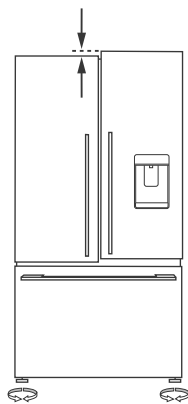
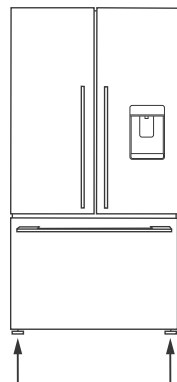

图12 对开门对不齐
图13 对开门对齐
- 如果右门太低，采用相同的方法旋出右脚升起冰箱（参看图12和图13）。